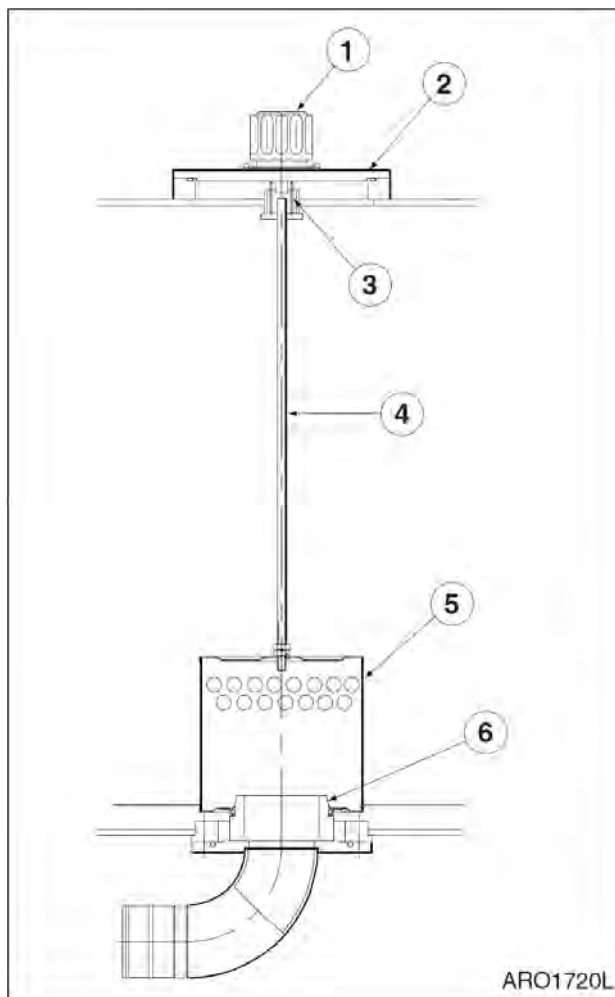

Рис. 88
4. Вращая крышку сапуна (1, рис. 88) стравить сжатый воздух из гидравлического бака.
6. Осторожно снять болты и крышку (2, рис. 88) с верхней части бака гидравлического масла. Под крышкой находится пружина (3), которая выталкивает крышку вверх.
7. Извлечь пружину (3, рис. 88) и сетчатый фильтр (5), потянув за стержень (4).
9. Установить сетчатый фильтр (5, рис. 88) на утолщенную часть всасывающей трубы.
11. Установить пружину (3, рис. 88) на стержень (4) и собрать крышку (2).